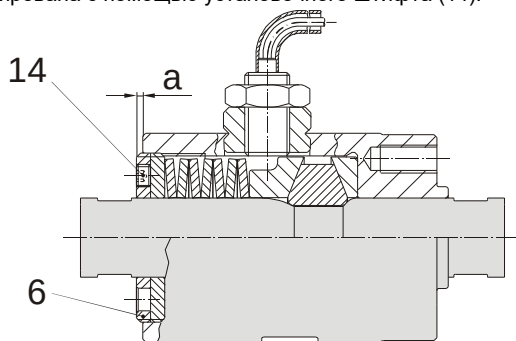

Рис. 4 (Размер 1 – 4)
Сила, при которой EAS®-axial должна расцепляться (сила расцепления) регулируется изменением степени сжатия тарельчатых пружин (7). Установка правильной силы расцепления означает установку правильного размера "а" (Рис. 4 и 5). Диаграммы настройки на стр. 7 и 8 показывают зависимость между размером "а" и силой расцепления. Обратите внимание, что из-за допусков для компонентов муфты могут возникать отклонения от значений, показанных на Диаграммах. По запросу мы установим требуемую силу расцепления EAS®-axial на заводе.